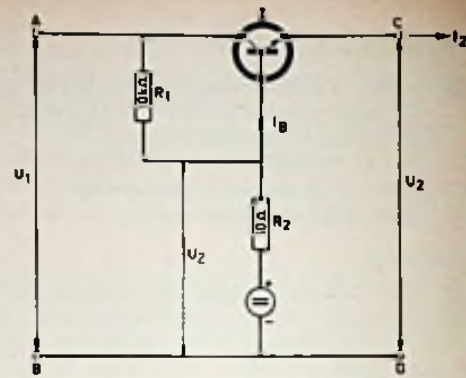

Fig. 15
④ In fig. 15 is een eenvoudige schakeling getekend voor het stabiliseren van gelijkspanning. Van de transistor T is de stroomversterkingsfactor $\alpha_E = 100$; de ingangswaerstand (h_{11E}) is 60Ω . De inwendige weerstand van de gelijkspanningsbron is opgenomen in de weerstand R_2 . Bij een uitgangstroom I_2 van 100 mA is de uitgangsspanning U_2 gelijk aan 5 V.